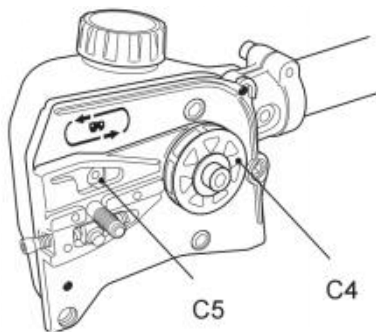

Fig. 70
2. Kontrollera att oljeporten (C5) är igensatt och rengör vid behov för att säkerställa korrekt smörjning av svärdet och sågkedjan under drift. Använd en mjuk tråd som är tillräckligt liten för att föras in i oljeutloppshålet (fig. 70).